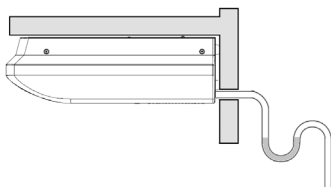

fig. 13
- E' consigliabile eseguire un sifone sulla tubazione di scarico condensa, in modo da evitare risalite di odori (fig.13).